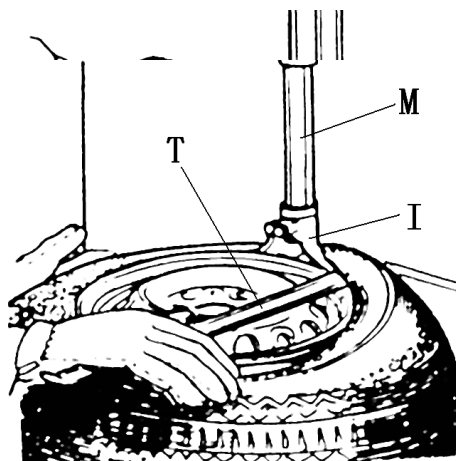

Bild 7
3. Ställ däckjärnet under klinchet nära monteringsshuvudet och lyft fällkanten på monteringshuvudet (Bild 7).